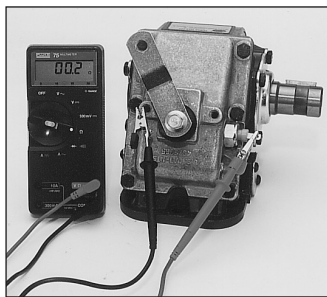

Figura 2.6
4. Active la toma de fuerza. El medidor mostrará continuidad (Figura 2.6).